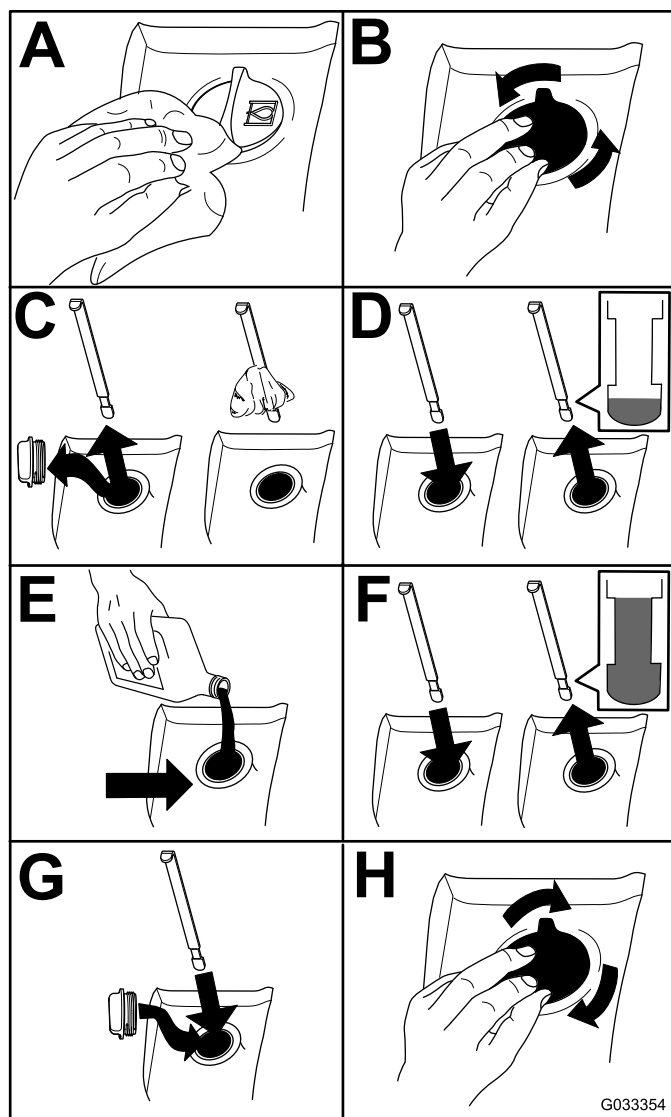

Figura 96
2. Compruebe el nivel de fluido hidráulico (Figura 96).